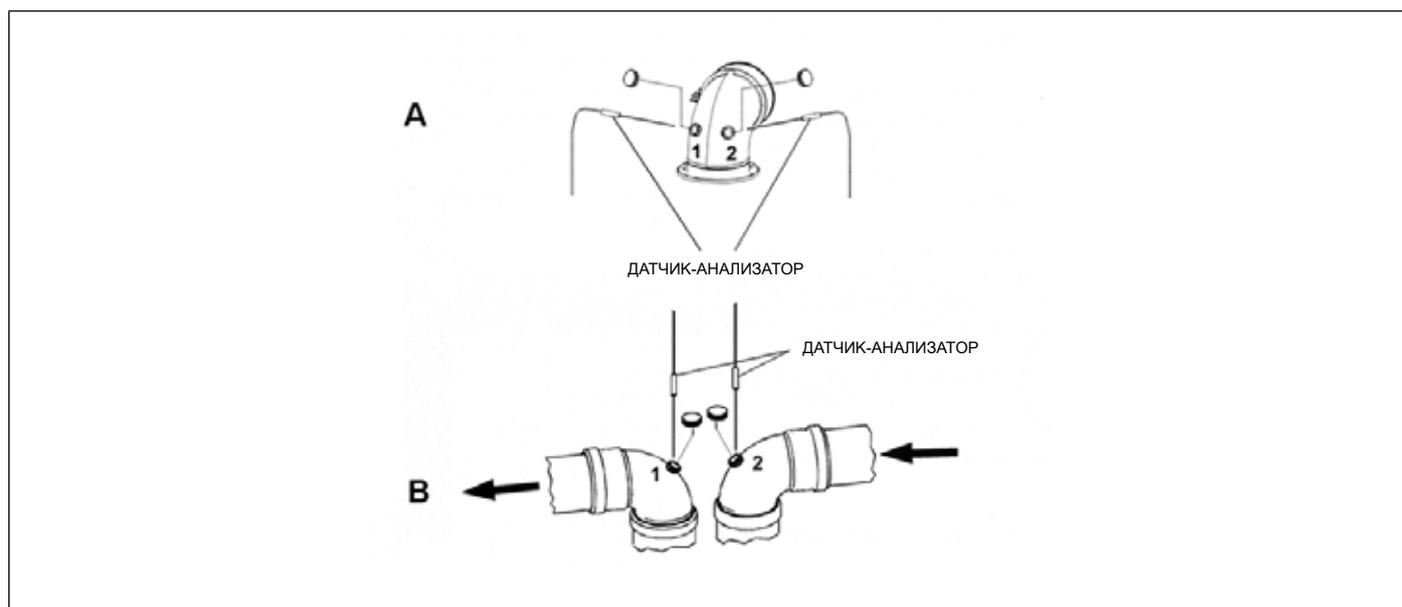

Рис. 20 Примеры мест для контроля дымовых газов
- измерить температуру воздуха для горения через отверстие 2 (смотри дет. **A** Рис. 20 Примеры мест для контроля дымовых газов).
- измерить температуру отходящих газов и содержание CO2 через отверстие 1 (смотри дет. **A** Рис. 20 Примеры мест для контроля дымовых газов).
- измерить температуру воздуха для горения через отверстие 2 (смотри дет. **B** Рис. 20 Примеры мест для контроля дымовых газов).
- измерить температуру отходящих газов и содержание CO2 через отверстие 1 (смотри дет. **B** Рис. 20 Примеры мест для контроля дымовых газов).